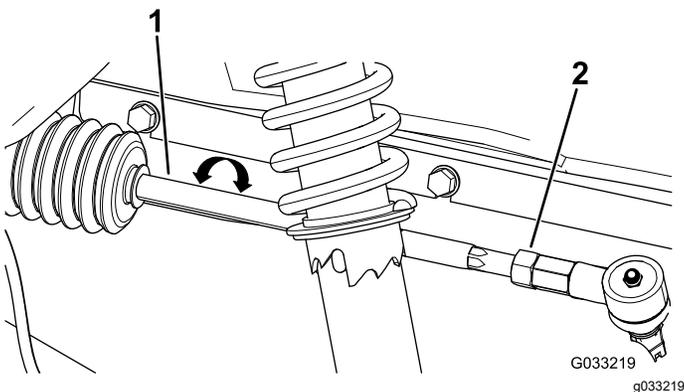

Рисунок 59
3. Если измеренное значение выходит за пределы 0–6 мм, ослабьте контргайки с обоих концов тяг (Рисунок 59).